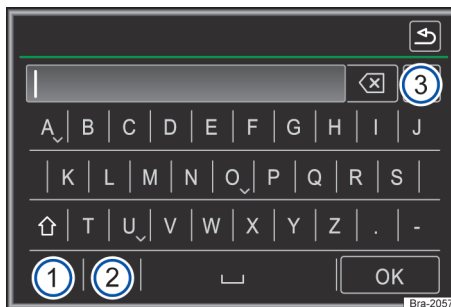

Fig. 112 Representación del principio: máscara de inserción con teclado de display.
En caso de que pueda seleccionarse menos de 99 inserciones, la cantidad de las inserciones restantes se exhibe atrás de la línea de inserción → fig. 112 ③. El toque en este botón de función muestra las inserciones restantes en una lista. Si hay menos de 6 entradas seleccionables, la lista se abre automáticamente.